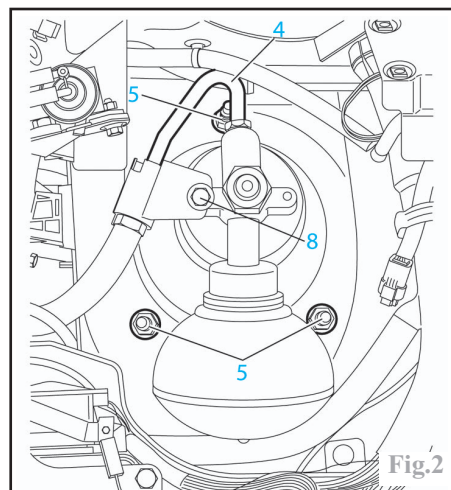

Fig.2
Débrancher la canalisation d'alimentation (4) (Fig.2).
Serrer les écrous de fixation supérieure (5) (Fig.2) au couple prescrit.